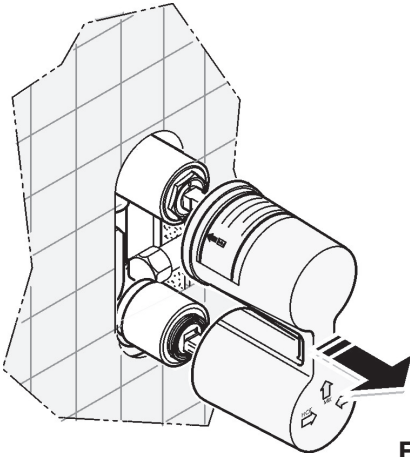

Fig. 6
- Togliere la protezione in polistirolo di copertura. (Fig. 6)
- Remove the polystyrene protection (Fig.6).
- Den Schaumstoff-Abdeckschutz entfernen (Abb. 6).
- Retirer la protection de recouvrement en polystyrène. (Fig. 6)
- Saque la protección de porex. (Fig.6)
- Снять защитную оболочку из полистирола. (Рис.6)